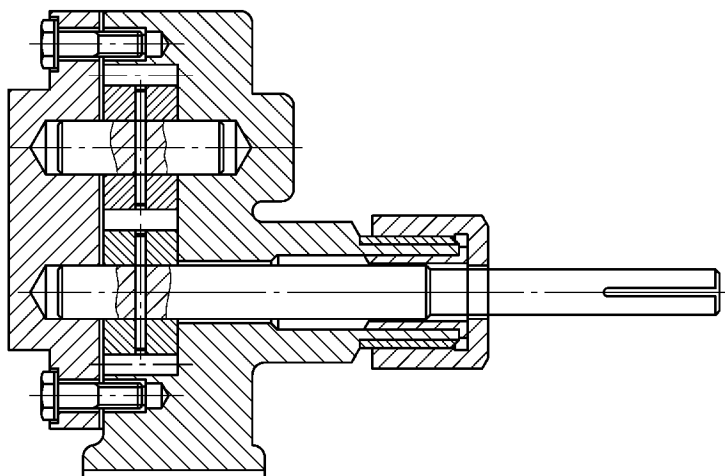

图 12-23 插入另一个六角头螺栓
- 19) 同18)插入另一个六角头螺栓。分解两个六角头螺栓并修改主视图, 如图12-23所示, 完成主视图。